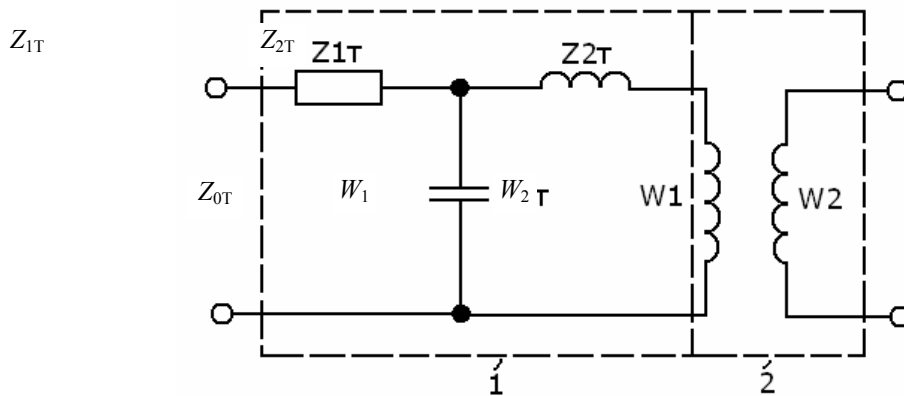

Рис. 5.12
5.14. Заменить изображенный на рис. 5.12 ЧП эквивалентной Т-образной схемой замещения, если  $Z_{11} = 1 \text{ Ом}$ ,  $Z_{2T} = 2 \text{ Ом}$ ,  $Z_{0T} = -j1 \text{ Ом}$ ,  $n = \frac{W_1}{W_2} = \frac{1}{2}$ .